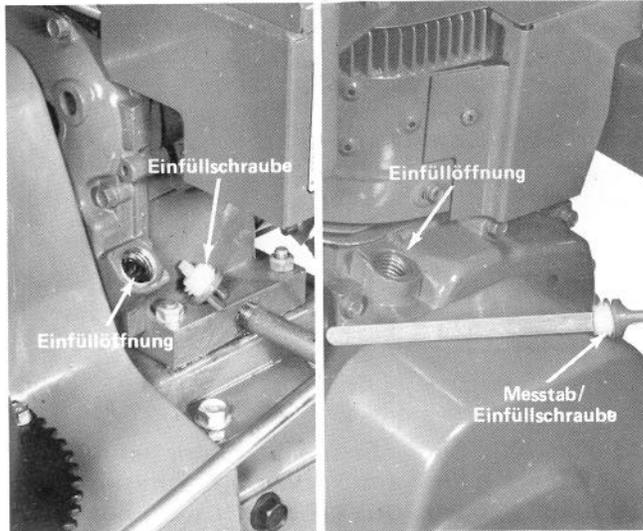

Abb. 15
2. Die Umgebung der Öleinfüllschraube säubern, damit kein Schmutz in die Einfüllöffnung gelangen kann, wenn man die Schraube herausdreht (Abb. 15 bzw. 16).
3. Die Einfüllschraube aus dem Kurbelgehäuse herausdrehen (Abb. 15 bzw. 16).
4. Anhand nachstehender Tabelle Motoröl SAE 5W-20 oder SAE 10 langsam in die Einfüllöffnung gießen (Abb. 15 bzw. 16). Für den Motor ist hochwertiges HD-Öl der API-Klasse MS, SC, SD oder SE zu verwenden.
Schneefräse 5 PS (Abb. 15) 0,6 Ltr.
- A. 5-PS-Schneefräse (Abb. 15) – Das Gerät leicht hin und herbewegen, damit eventuelle Luftblasen aus dem Kurbelgehäuse entweichen können. Dann nötigenfalls Öl bis zur Oberkante der Einfüllöffnung nachfüllen. Die Einfüllschraube hineindreuen und eventuell übergelaufenes Öl wegwischen.